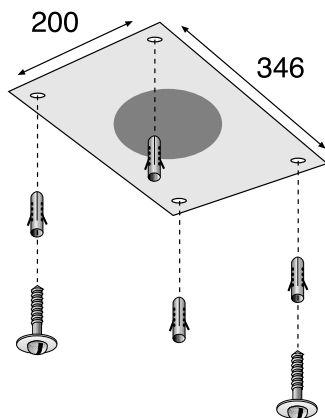

Abb. 19
2. Bohren Sie die 4 Löcher Ø 8 mm für die Dübel. Drücken Sie die Dübel deckenbündig ein (Abb. 19).